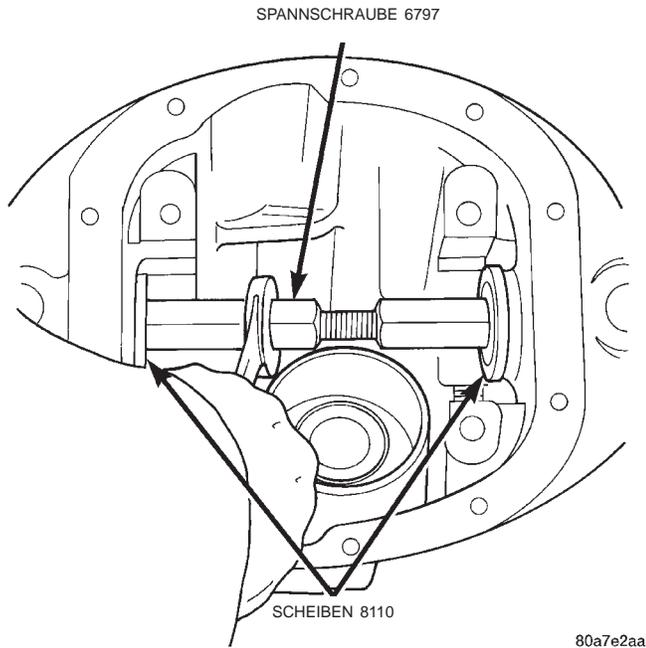

Abb. 33 Wellendichtring einbauen
(1) Eventuelle Dichtmittelrückstände von den ursprünglichen Dichtringen beseitigen.
(2) Dichtmittelrückstände an der Verbindung zwischen Achsrohr und Gehäuse entfernen.
(3) Wellendichtringe mit Scheiben 8110 und Spannschraube 6797 (Abb. 33). Spannschraube anziehen, bis die Scheiben im Gehäuse aufsitzen.
(4) Ausgleichkorb einbauen.